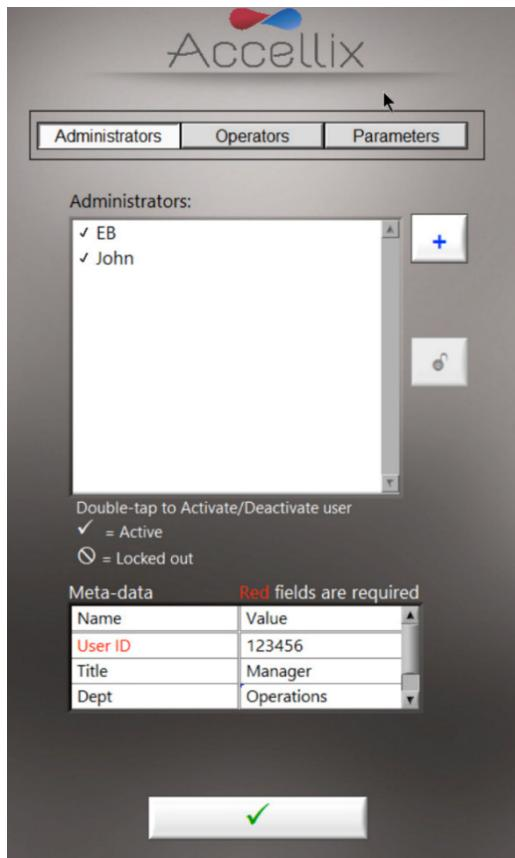

Figura 10: Pantalla de Personal que muestra usuarios administradores de ejemplo con metadatos de ejemplo
- Pulse el icono de **Personal**  . Aparece la pantalla de **Personal** (Figura 10):
Añadir 	Añadir usuario (Figura 10)